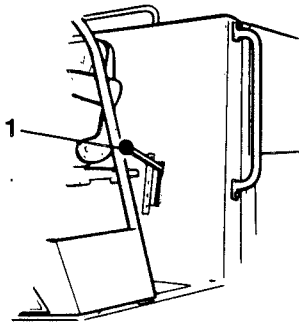

Fig. 10 Posto di guida
- 1 Portare il motore ad un regime di 2400 giri/min. tirando il comando (11). Stabilizzare il numero dei giri ruotando la manopola (11) in - senso orario (il numero dei giri aumenta) o - antiorario (il numero dei giri diminuisce).
- 3 Portare la leva selezione marce (1), fig. 10, nella posizione desiderata (ved. targhetta).